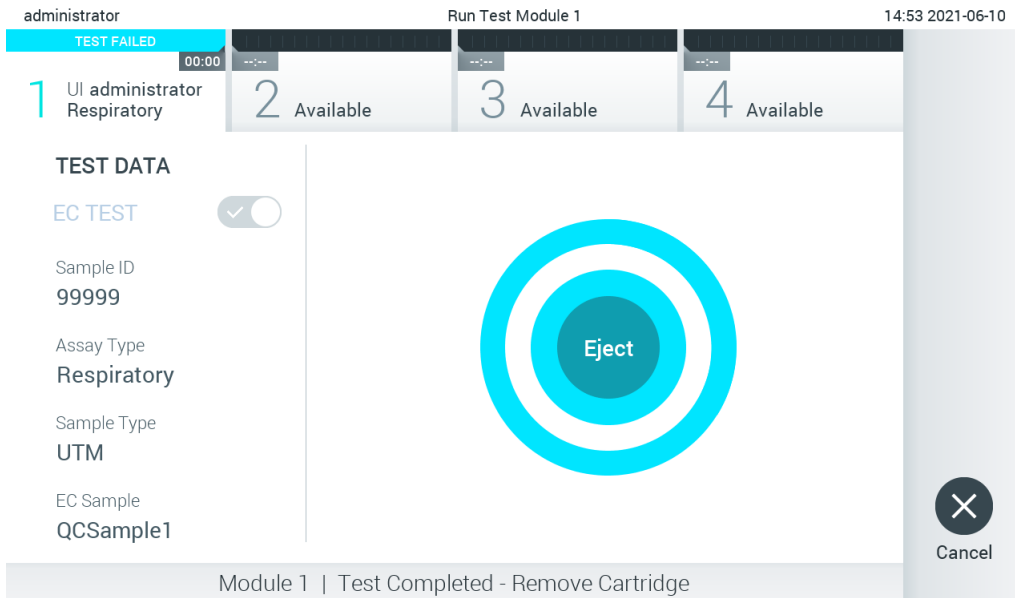

図 95.イジェクト画面表示。
11. 検査が完了すると、Eject（イジェクト）画面が表示されます（図 95、次のページ）。タッチスクリーン上の  Eject（イジェクト）を押して、QIAstat-Dx アッセイカートリッジを取り出し、国、州、現地の健康と安全に関するすべての法規制に従って、バイオハザード廃棄物として処分します。